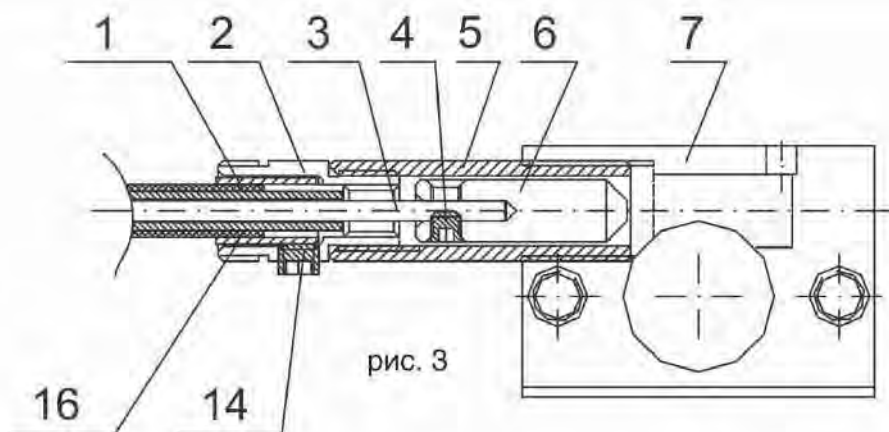
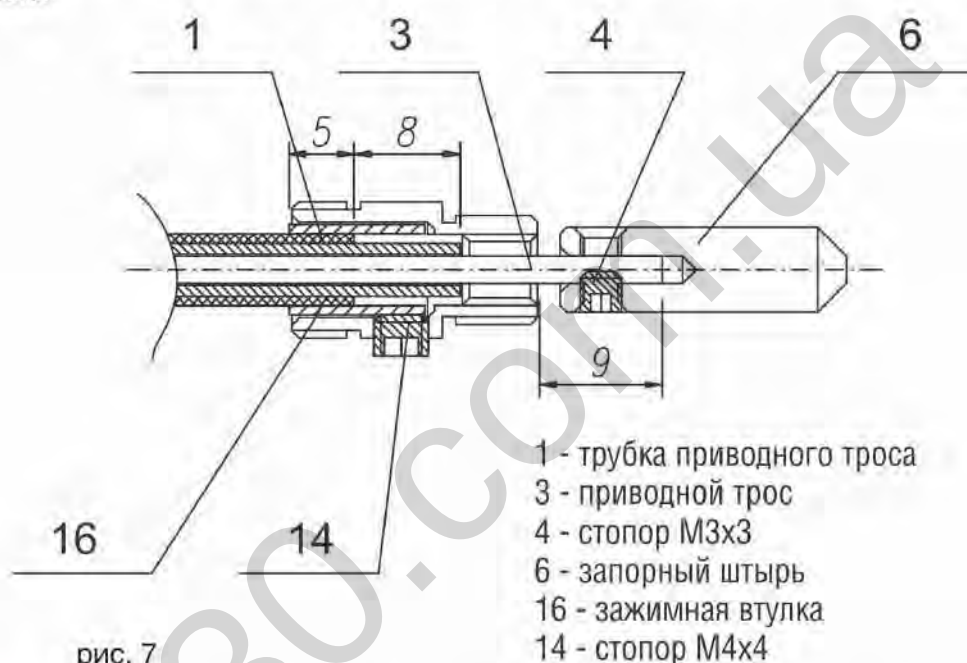

рис. 3
рис. 7
3. Собрать замковый механизм согласно рис.1, при необходимости уменьшив длину трубки приводного троса (см. рис.7)
3. Собрать замок согласно рис.3, при необходимости уменьшив длину трубки приводного троса (см. рис.7).
5. Собрать первый замок согласно рис.5, при необходимости уменьшив длину оболочки приводного троса (см. рис.7).
6. Собрать второй замок согласно рис.3, при необходимости уменьшив длину трубки приводного троса (см. рис.7).
Отрезать трос так, чтобы он был длиннее трубки на 9мм (см.рис.7).